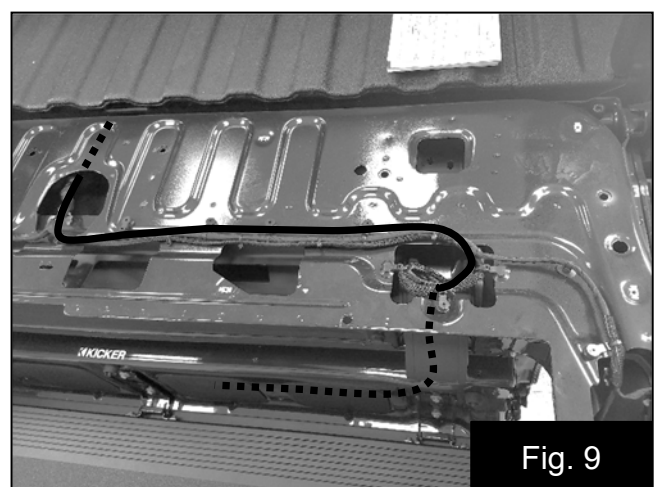

Fig. 9
14. Continuez à acheminer le faisceau de l'amplificateur le long du faisceau d'usine jusqu'au dessous de la plateforme, près de la partie arrière du connecteur de la remorque. Fixez le faisceau de l'amplificateur au faisceau d'usine à l'aide des serre-câbles fournis. Fig. 9